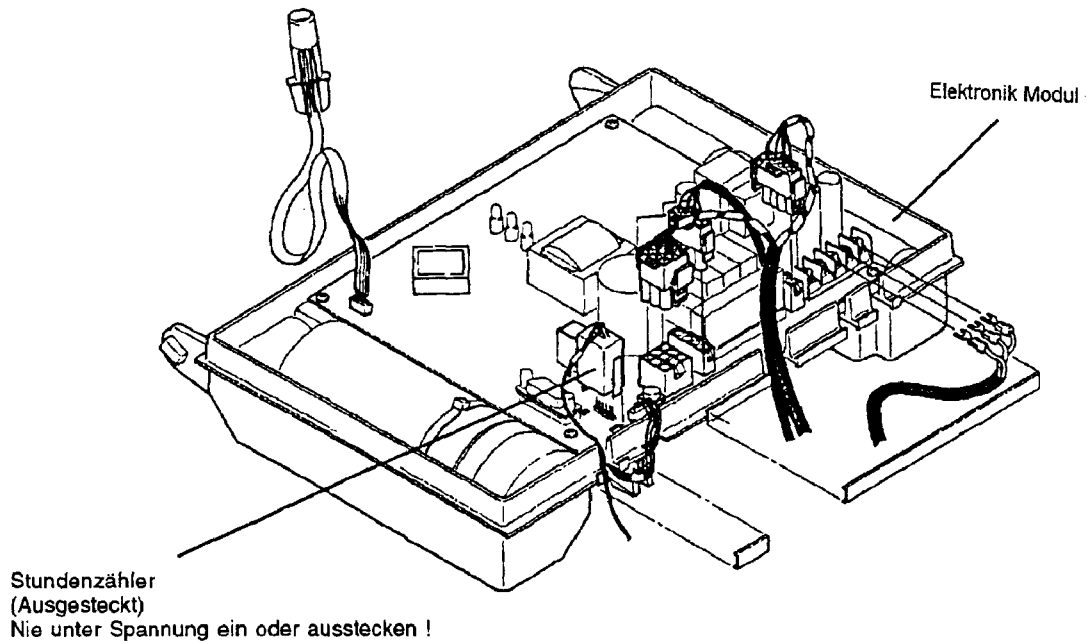

Bild 7 Stundenzähler
- Ausstecken des Stundenzählers (Bild 7)
- Stundenzähler gemäss Bild 7 einsetzen